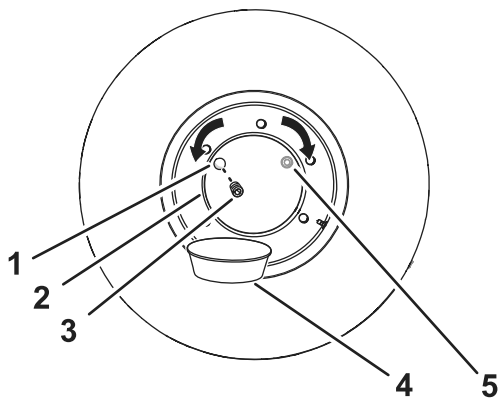

Figura 95
2. Spostate la macchina avanti o indietro al fine di posizionare il tappo dell'olio del mozzo nella posizione ore 10 o ore 2 nell'orologio (Figura 95).
4. Mettete una bacinella di spurgo sotto il tappo del mozzo della ruota (Figura 95).
5. Rimuovete il tappo dal relativo mozzo (Figura 95).
6. Verificate che il livello dell'olio sia alla base della filettatura del foro del tappo dell'olio (Figura 95).
8. Montate il tappo nell'apposito foro del mozzo della ruota (Figura 95).
1. Spostate la macchina avanti o indietro al fine di posizionare il tappo dell'olio del mozzo nella posizione delle ore 12 nell'orologio; fate riferimento alla Figura 95 in Controllo del livello dell'olio nei mozzi delle ruote (pagina 71).